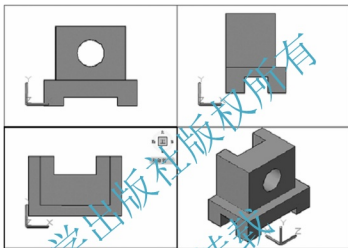

图 13-5 设置缩放比例后的视口
(5) 设置缩放比例: 分别激活各个视口, 使用 ZOOM 命令或【视口】工具条, 为每个视口设置统一的缩放比例。本例采用 2.5:1 的放大比例, 结果如图 13-5 所示。
(6) 对齐各视口中的图形: 使用 MVSETUP 命令, 垂直对齐主视图和俯视图、水平对齐主视图和左视图。其操作过程如下: